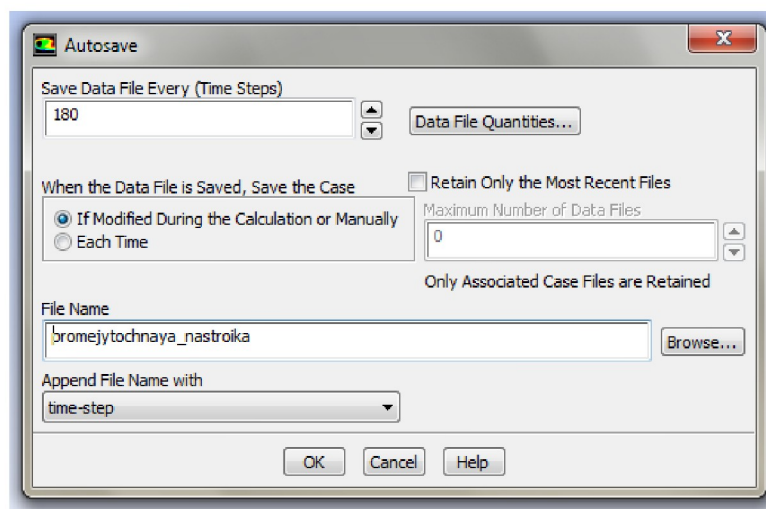

Рисунок 2.41 – Меню настройки автосохранения (*Autosave*)
3. Для получения более подробной картины процессов, происходящих в цилиндре ДВС, рекомендуется установить автосохранение файлов при повороте коленчатого вала на каждые 180 градусов (рисунок 2.41). Настройка процесса автосохранения осуществляется следующим образом: